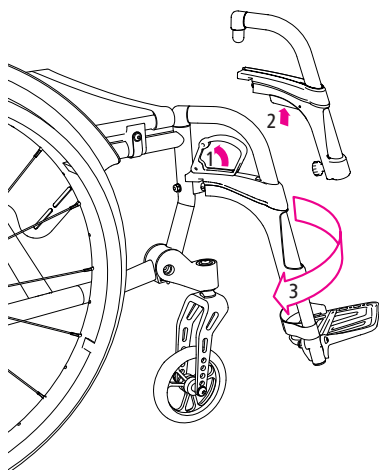

Рис.19
2. Щоб розблокувати підніжки, потягніть за важіль (1, рис. 19) або скористайтесь натискним механізмом (2, рис. 19).
3. Після цього підніжку можна повернути назовні (3, рис. 19).